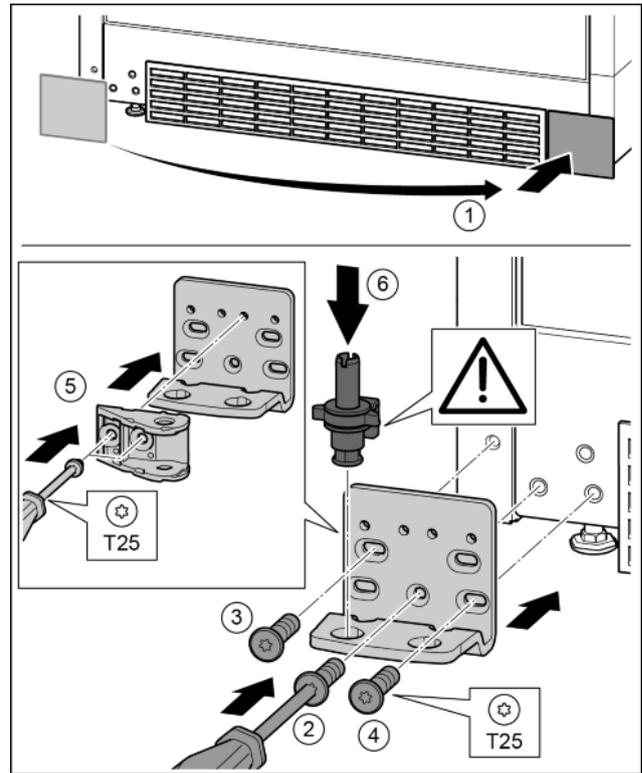

Fig. 32
- ▶ Abdeckung abnehmen und auf der anderen Seite anbringen. *Fig. 32 (1)*
- ▶ Lagerbock auf der anderen Seite ansetzen und mit Hilfe eines Schraubendrehers T25 anschrauben. Mit Schraube 2 unten in der Mitte beginnen. *Fig. 32 (2)*
- ▶ Schraube 3 und 4 festschrauben. *Fig. 32 (3, 4)*
- ▶ Schließdämpferverbindung um 180° drehen. Auf der anderen Seite des Lagerbocks mit Schraubendreher T25 anschrauben. *Fig. 32 (5)*
- ▶ Lagerbolzen komplett einsetzen. Dabei darauf achten, dass der Rastnocken nach hinten zeigt. *Fig. 32 (6)*